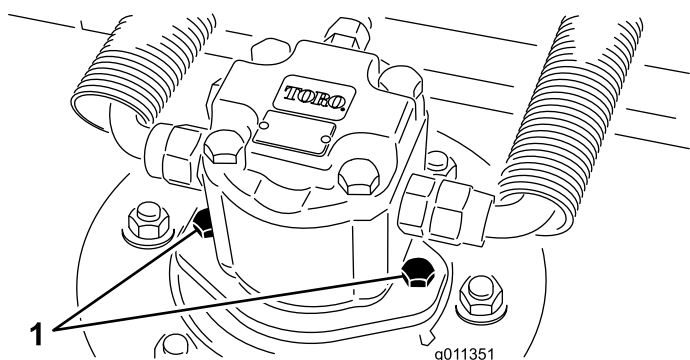

Figure 71
2. Débranchez et déposez le moteur hydraulique de l'unité de coupe (Figure 71). Couvrez le dessus de l'axe pour éviter toute contamination.
4. Montez le moteur hydraulique sur le plateau de coupe (Figure 71). Vérifiez que le joint torique est en place et en bon état.